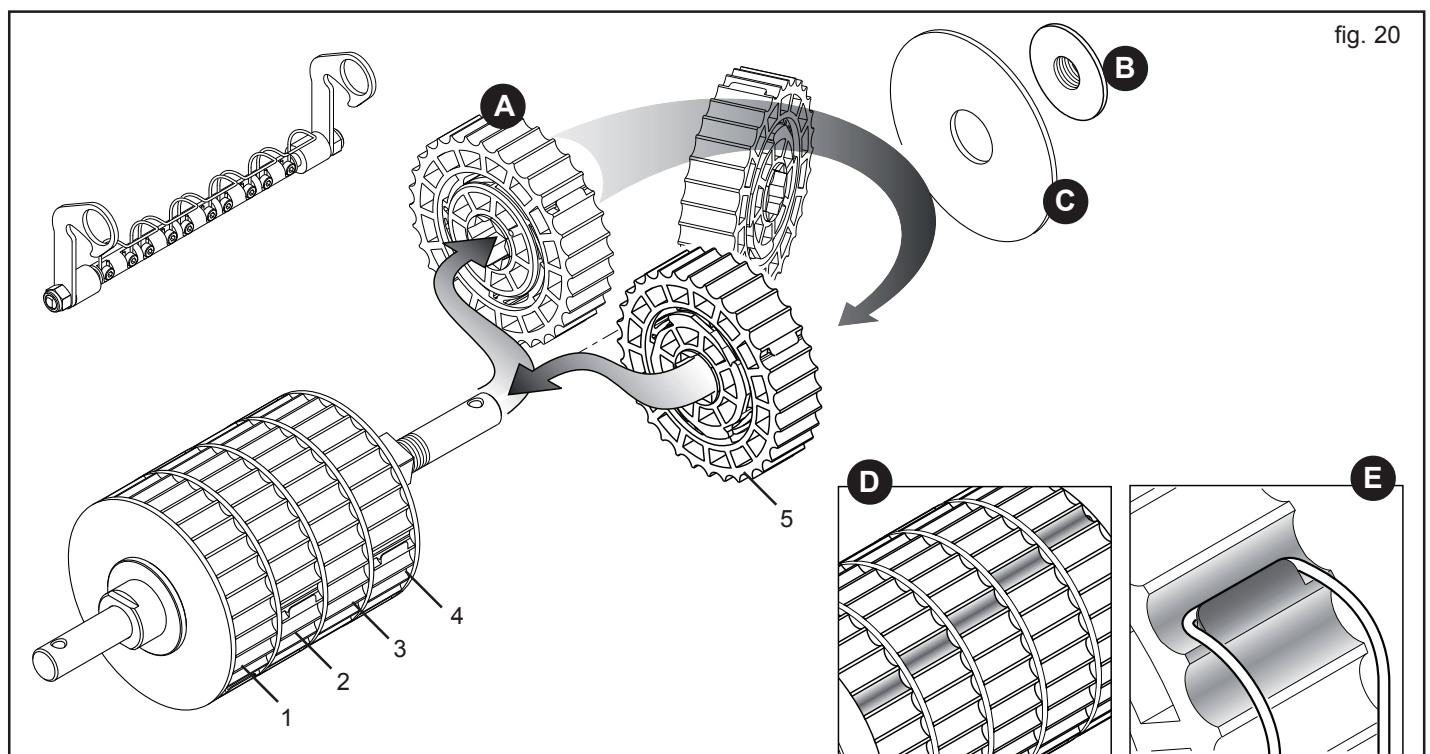

fig. 20
Vorausgesetzt, dass jedes Element (A, Abb. 20) 20% der gesamten Dosierrolle verteilt, können die arbeitenden Elemente erhöhen werden, um die Drehgeschwindigkeit des Getriebes zu reduziert und um dadurch eine gleichmäßigere Produktstreuung zu erhalten.
Nach dem Abbau der Dosierrolle von dem Gerät ist der Kugelgriff (B, Abb. 20) mit dem beigeestellten Schraubenschlüssel abzuschrauben und dann ist die Feststellnutmutter (C) zu entfernen. Das ausgeschlossene Element oder die ausgeschlossenen Elemente abziehen und um 180° gedreht wieder anbringen, **wobei die korrekte Position der einzelnen Elemente einzuhalten ist** (1-2-3-4-5, Abb. 20).
Beim Anbringen der Elemente ist derart vorzugehen, dass die Kehlen der aktiven Elemente bei der Arbeit zueinander verschoben sind (D, Abb. 20), um eine kontinuierliche Streuung zu gewährleisten.
Das Reinigungselement in der Arbeitsposition festspannen und sicherstellen, dass die Federn an den entsprechenden, auszuschließenden Elementen (E, Abb. 20) befestigt sind, um deren Drehung und folglich die Streuung zu verhindern.